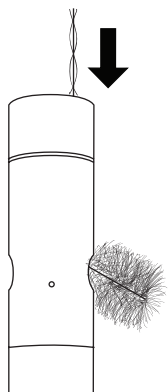

Figure 62 Brossage des canaux
2. Insérez la brosse par le haut des canaux, puis brossez les canaux entre 15 et 20 fois (Figure 62).